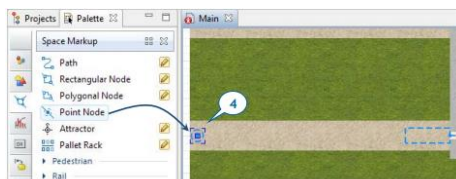

Рисунок 13.1 – Палітра *Space Markup*
4. Під палітрою *Space Markup* клацніть на елементі *Point Node* та перетягніть його до входу під'їзду (рис. 13.1).